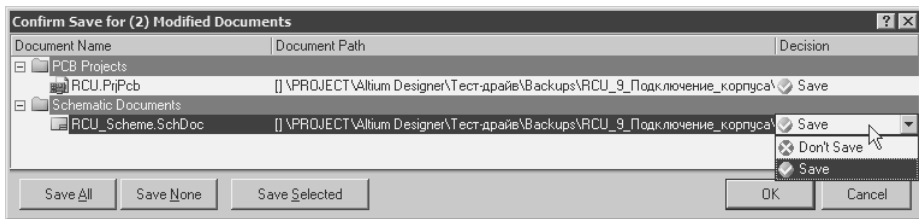

Рис. 1.18. Запрос на сохранение проектных документов
4. Если изменения вносились, при попытке закрытия проекта появится дополнительное окно с вопросом об их сохранении. Примерный вид этого окна показан на рис. 1.18.
2. Если какие-либо из «свободных» документов были изменены в процессе предыдущих действий (осознанных или неосознанных), появится запрос на их сохранение, аналогичный показанному на рис. 1.18.